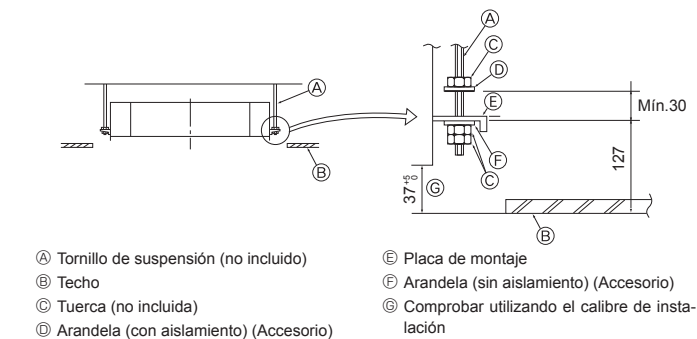

Fig. 2-5
- ① Estructuras de madera
- ② Estructuras de hormigón armado
2.5. Procedimientos de suspensión de la unidad (Fig. 2-5)